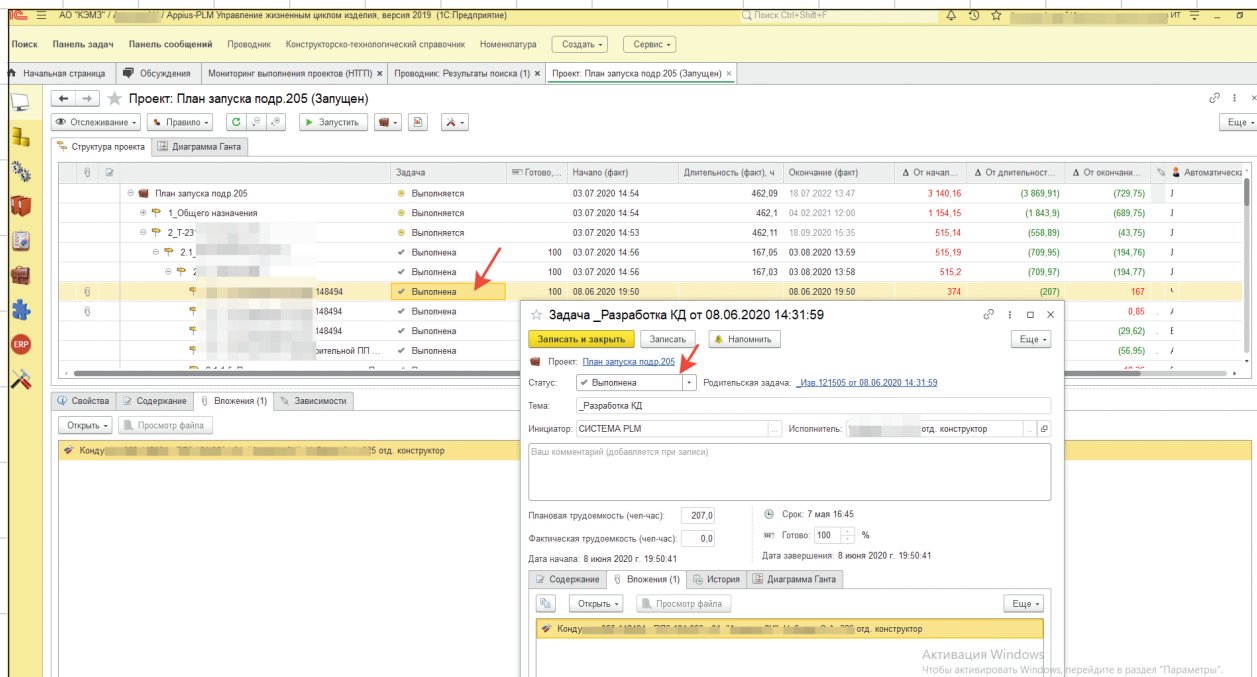

Рис. 3. Управление проектами. Изменения статуса задачи
5. После изменения статуса по задаче в проекте автоматически изменяется статус этапа (рис. 3).